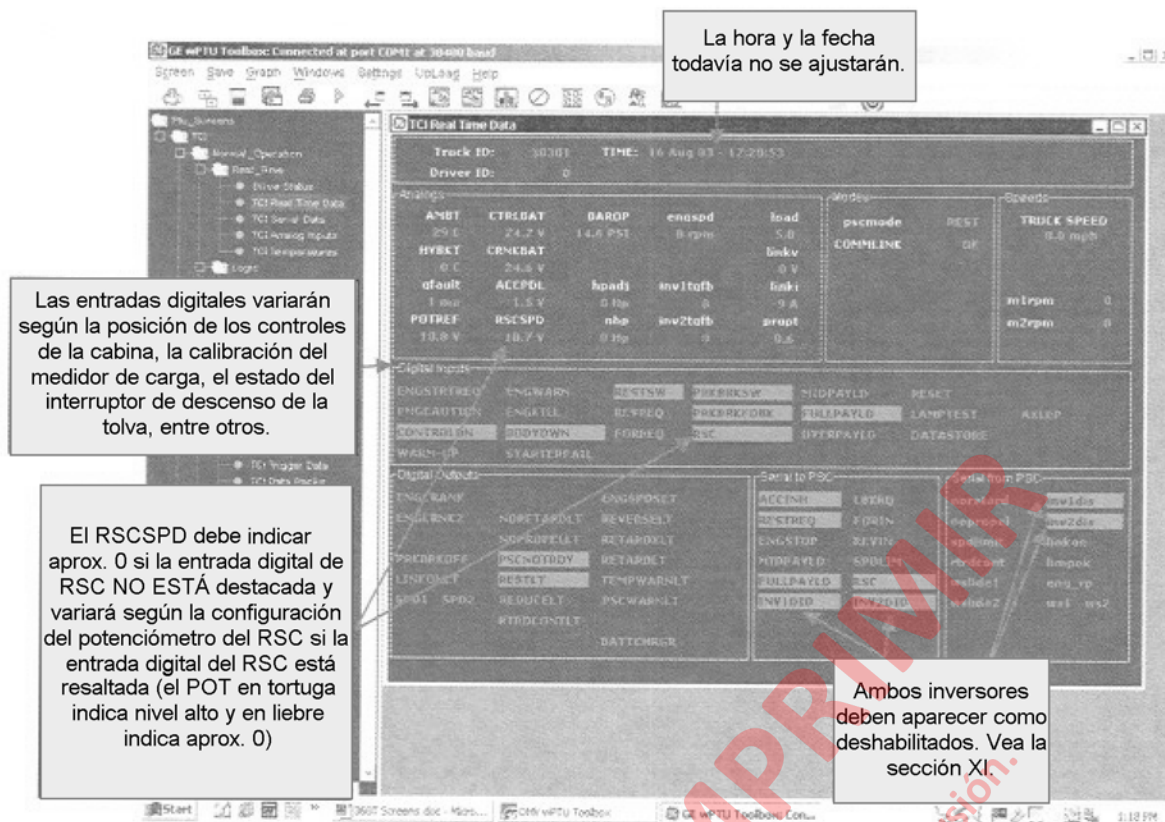

FIGURA 3-7. PANTALLA DE DATOS EN TIEMPO REAL DE LA TCI
- Verifique que los valores análogos sean similares a los del ejemplo de la Figura 3-7. Además, asegúrese de que la señal "COMMLINK", bajo "Modes" (modos), indique OK.
- ◆ La pantalla "TCI Manual Test" es similar a la de "TCI Real Time Data" en la Figura 3-7. Si hace clic en los botones del campo "Digital Outputs" (salidas digitales), activará y desactivará la salida seleccionada. Consulte la Tabla V.